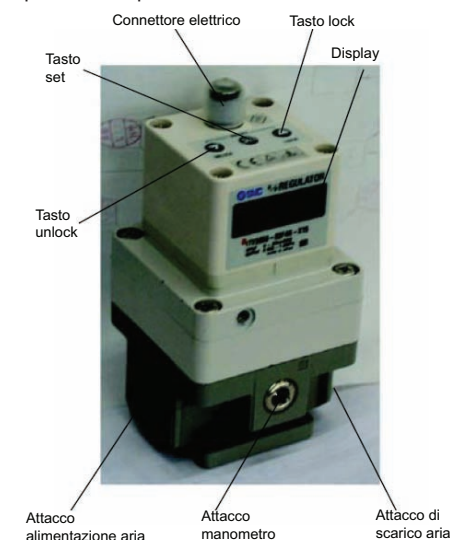

Fig. 6 - Funzioni principali dell'ITV
- Premere i tasti lock/unlock (Fig 6) contemporaneamente per più di 3 secondi.